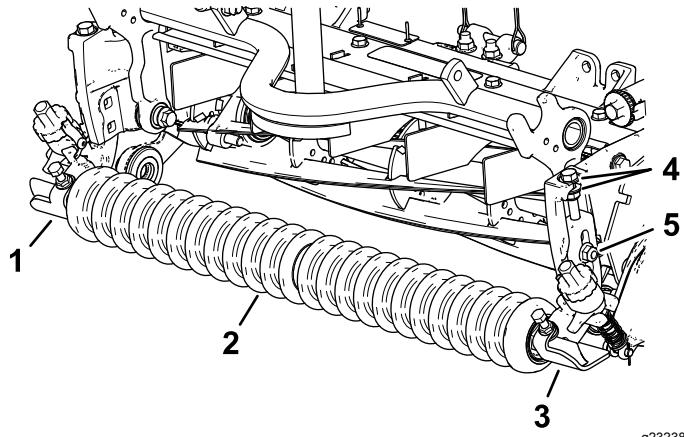

Bild 9
1. Befestigen Sie die linke und rechte Schnitthöhenhalterung und die Frontrolle mit den zuvor entfernten Schlossschrauben und Sicherungsmuttern locker an den Seitenplatten der Schneideeinheit (Bild 9).